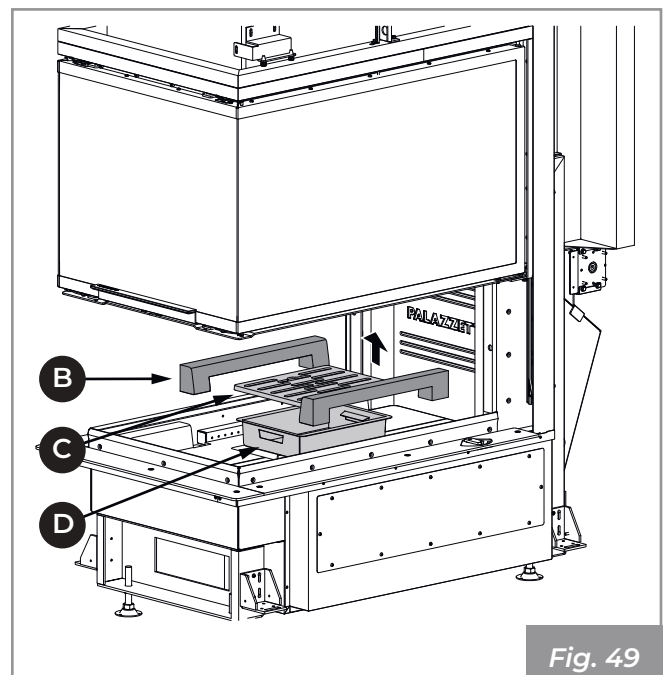

Fig. 49
- 2) Soulever et extraire les déflecteurs d'air comburant (B), la grille (C) et le tiroir à cendres (D) (Fig. 49).